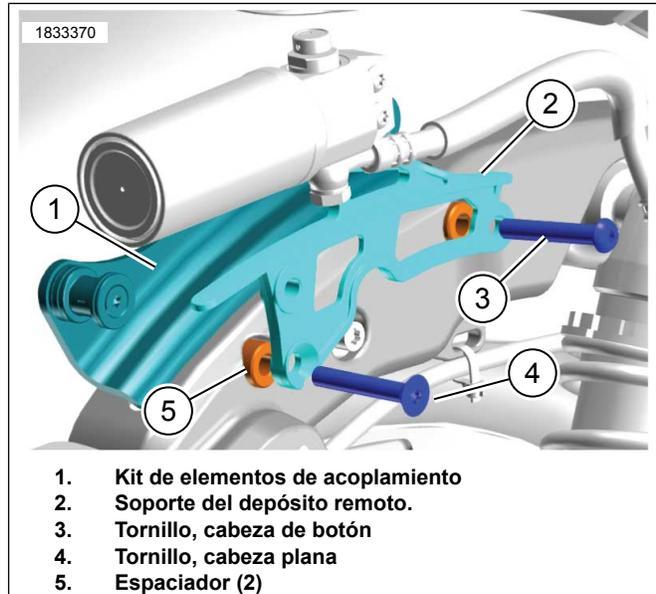

Figura 3.
2. Vea la Figura 3. Instale los espaciadores (5).